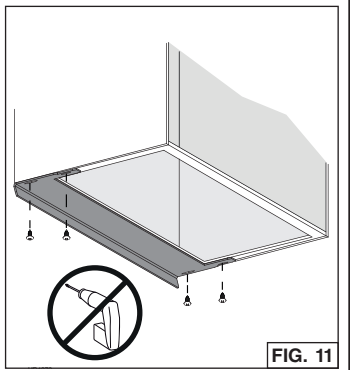

FIG. 11
8. Cintas protectoras opcionales, en 7 formatos diferentes (se venden por separado), están diseñadas para gabinetes de hasta 15 pulg. de profundidad (para BBN1243SS: HADTBN24, para BBN1303SS: HADTBN30). Elegir la cinta que puede cubrir mejor el borde trasero del gabinete. Usar 4 tornillos para madera de cabeza redondeada n.º 6 x 1/2 pulg. (incluidos en el juego opcional) para sujetarla (FIG. 11).